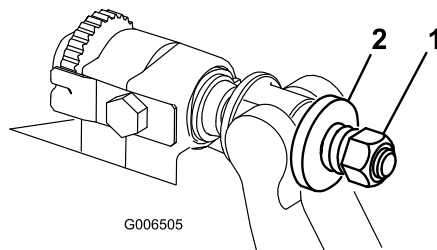

Figura 29
3. Apriete la tuerca de tensado del muelle hasta que el muelle esté comprimido del todo, luego aflójela 1/2 vuelta (Figura 29).